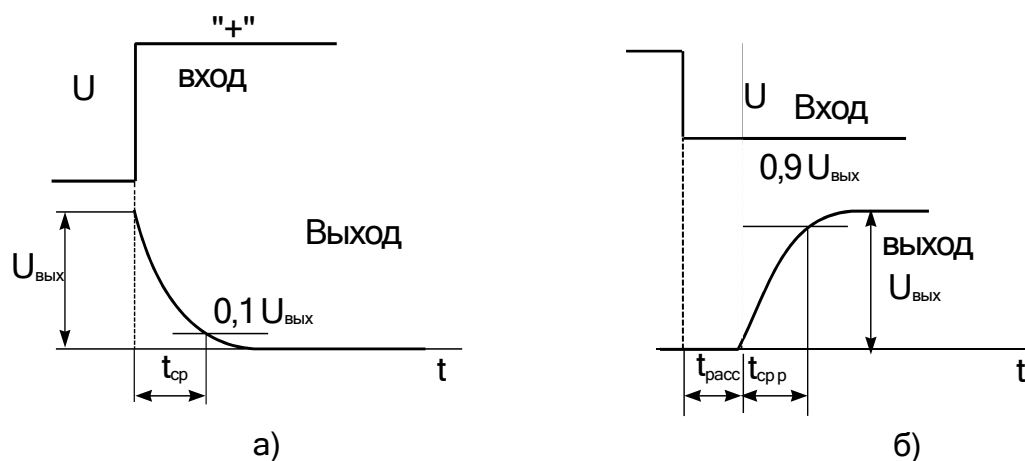

Рис. 4. Осциллограммы входного (вверху) и выходного (внизу) сигналов ключа
4.7.2. Поставить переключатель  $C1-65$  «+ / -» в положение «+». Подключить кабель к «Выходу» ключа, измерить длительность среза выходного импульса (рис. 4а). Заполнить таблицу.
4.7.4. Подключить кабель усилителя  $Y$  к «Выходу» макета и измерить время рассасывания  $t_{расс}$  и длительность переднего фронта выходного импульса (рис. 4б). Заполнить таблицу.